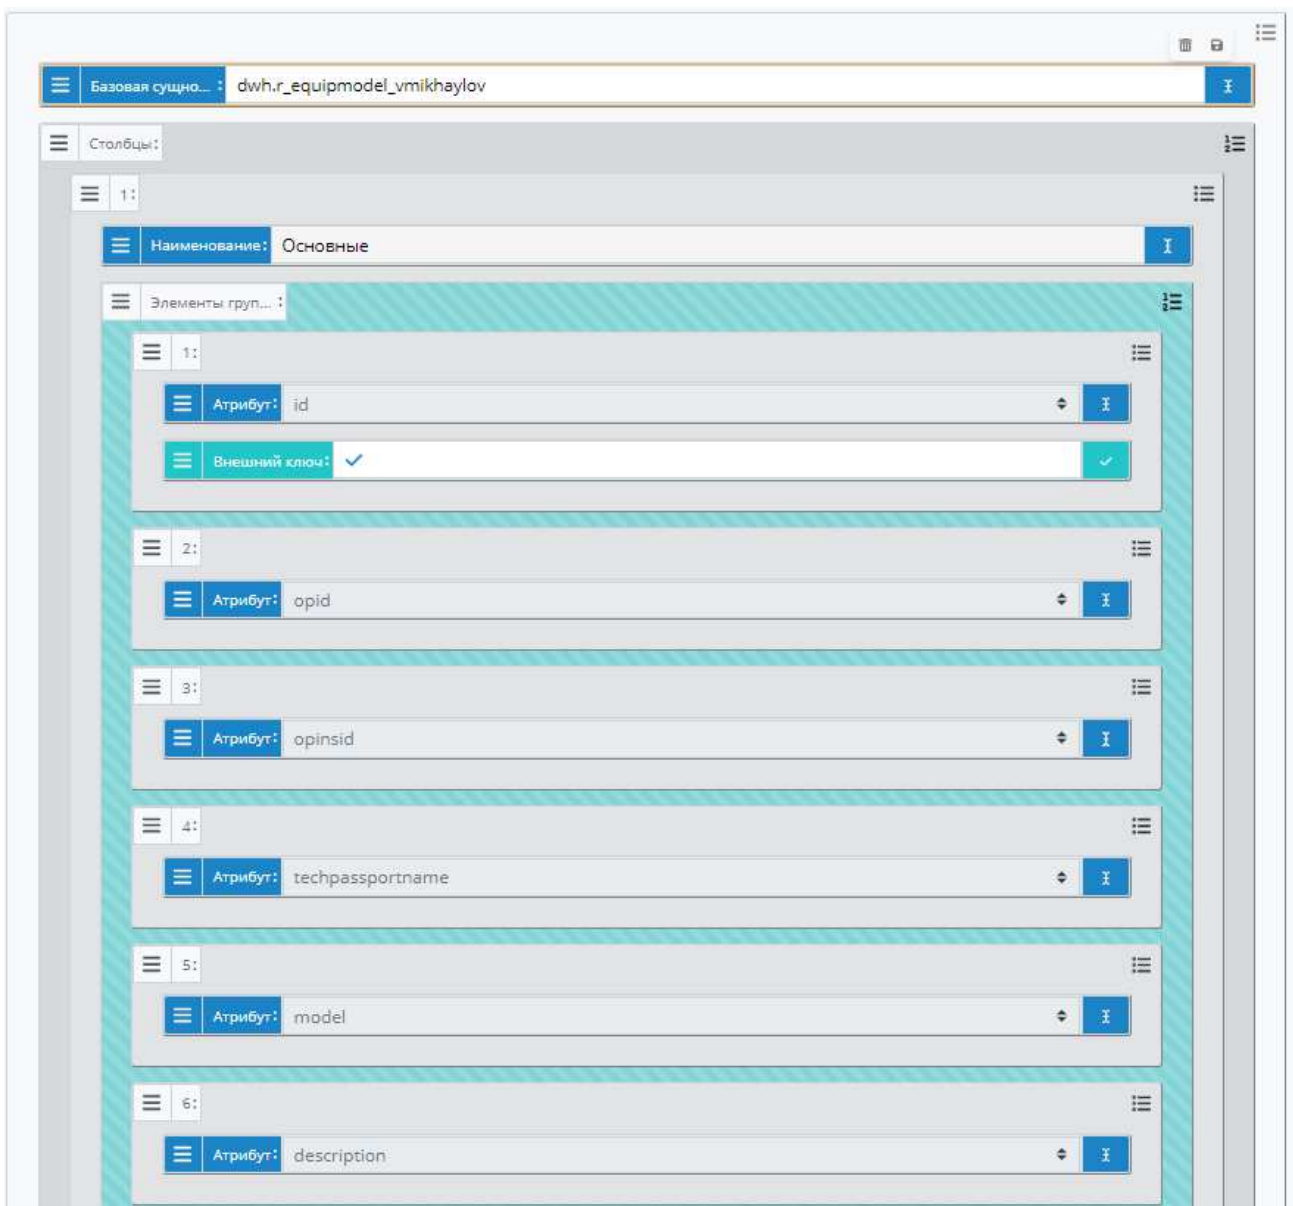

Рисунок 42. Пример документа в редакторе
4) Для настройки документа следует перетащить необходимые элементы из палитры в рабочую область, задать их свойства и нажать кнопку «Сохранить» (Рисунок 42).